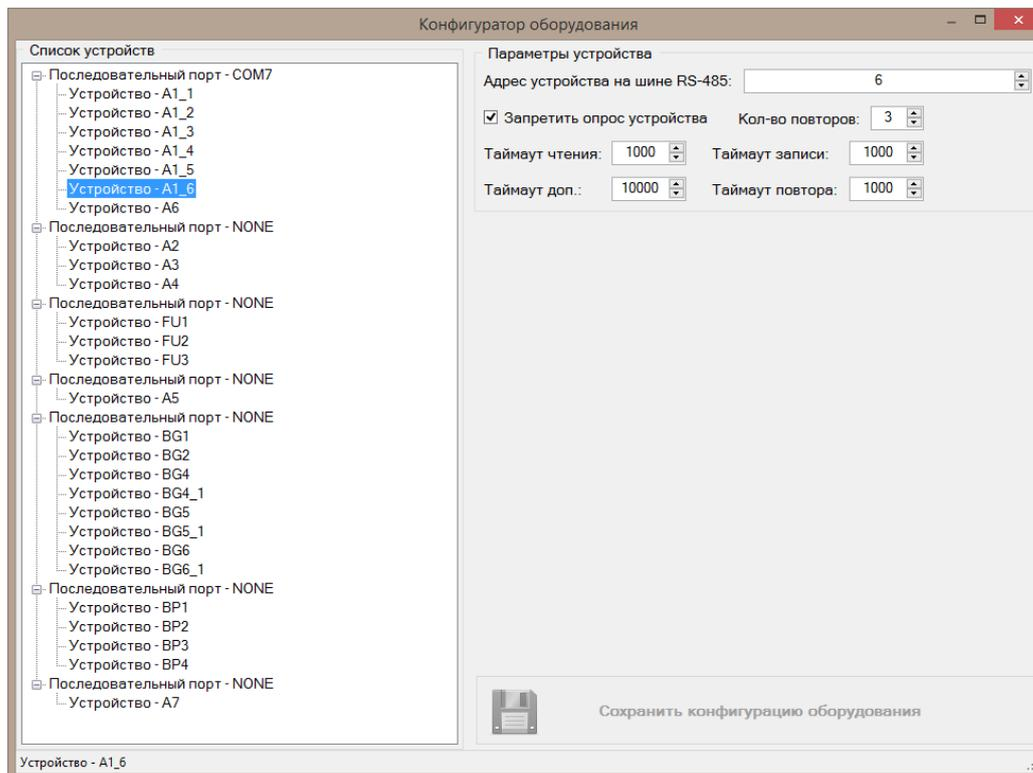

Рисунок 10 – Настройки оборудования
2. «Настройки оборудования» - предоставляет настроить оборудование (порты, адреса ...) (рис. 10);